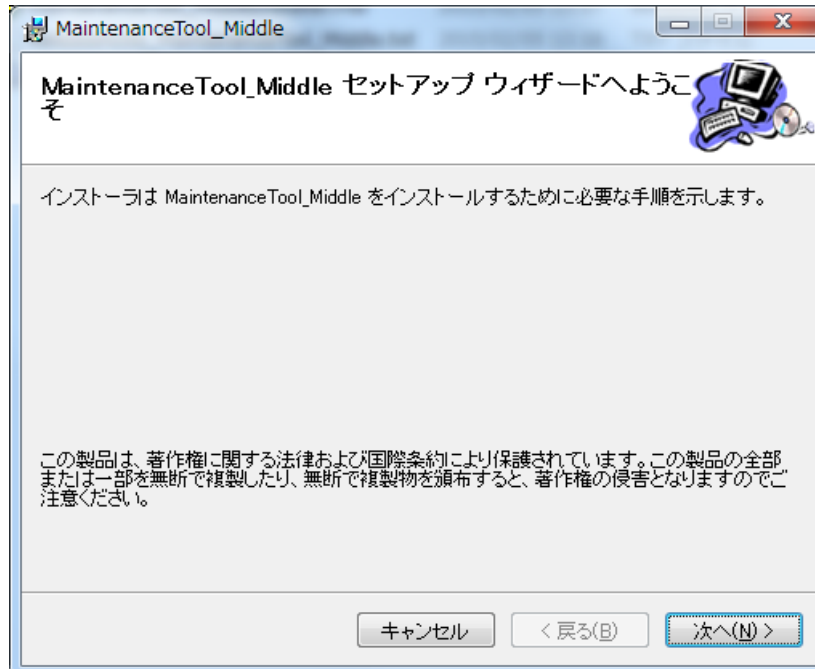

図 3-2 セットアップ ウィザード画面
- ② 図 3-2 のセットアップウィザード画面が表示されますので、画面の指示に従ってインストールを進めてください。インストールを行う場合には「Next >」ボタンをクリックしてください。インストールを中断する場合には、「Cancel」ボタンをクリックしてください。